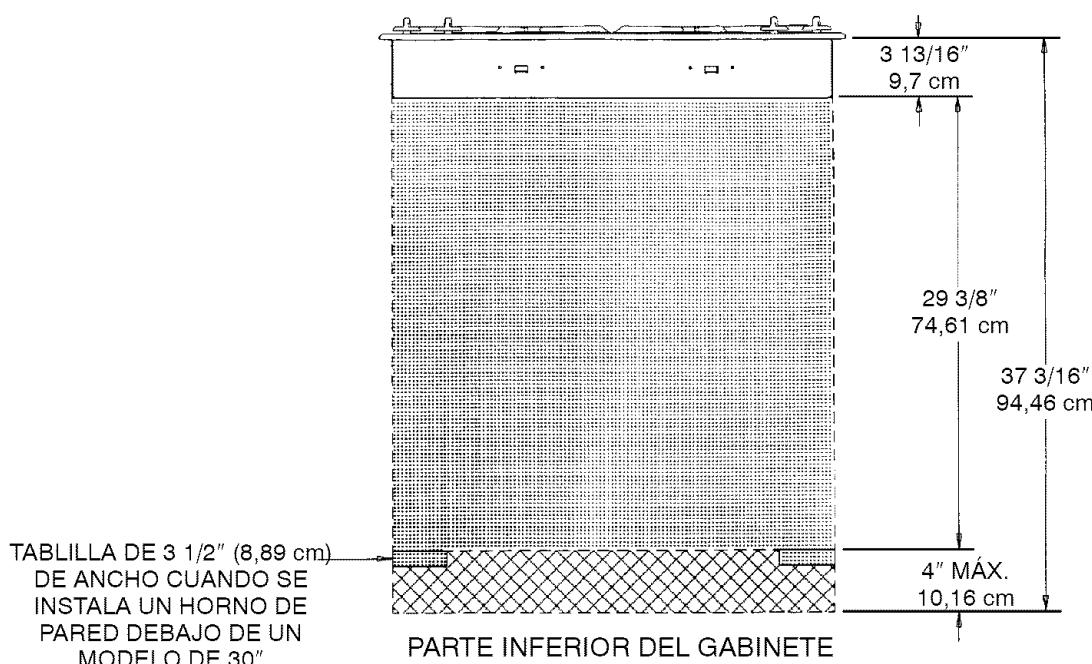

FIGURA 6
NOTA 1: Deberá instalarse este electrodoméstico y sus fuentes de suministro de gas y eléctrico antes de instalar el horno de pared. Vea la ilustración (Información de alambrado eléctrico – en la página 7, figura 6) para encontrar las ubicaciones recomendadas del suministro eléctrico.
Este electrodoméstico está equipado con un cordón eléctrico con conexión a tierra. Debe proporcionarse un tomacorriente conectado a tierra. Se recomienda, por comodidad, que el tomacorriente se encuentre (con referencia a la figura 6) como en el punto A o el B que aparecen a continuación:
- A. Si no se instalará otro electrodoméstico debajo de éste, deberá colocarse dentro del área sombreada o el área cuadriculada que se muestra en la figura 6.
1. debe colocarse dentro del área cuadriculada de la figura 6, o bien
Si se instalará un horno de pared debajo de este electrodoméstico y el tomacorriente de las unidades del mostrador se montará dentro del área cuadriculada de la figura 6: